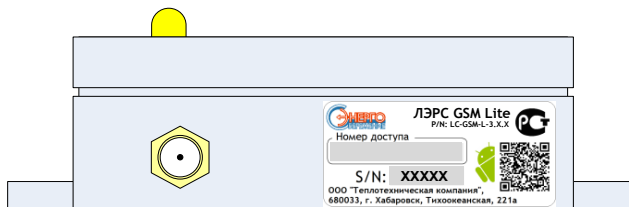

Рисунок 25. Место расположения маркировки Lite
- Lite, в верхней части, около антенны (см. рис. 25);